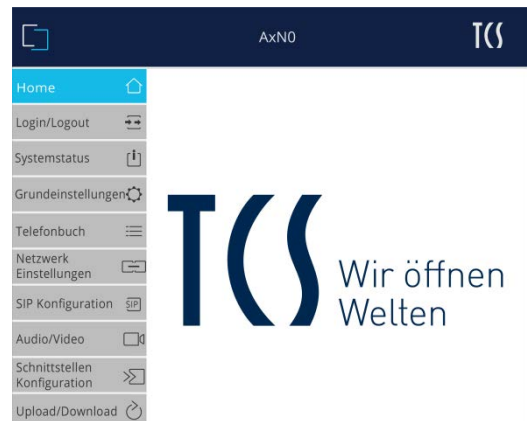

Abb. 10: Startseite
- Bestätigen Sie mit *OK*. Sie werden auf das Webinterface weitergeleitet. Die Startseite wird Ihnen angezeigt (Abb. 10).